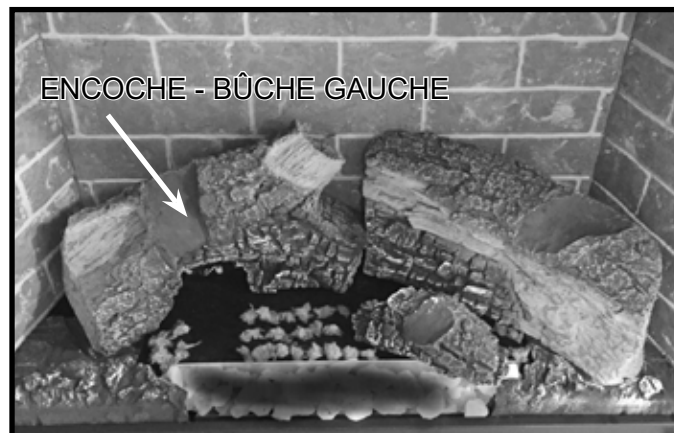

Figure 7 Emplacement de l'encoche de la bûche gauche
5. Retirez la bûche supérieure gauche de l'emballage. Placez la bûche sur l'encoche de la bûche arrière gauche. L'extrémité droite de la bûche reposera sur le plateau des braises et le rocher Teco-Sil. Voir les Figures 7 et 9.